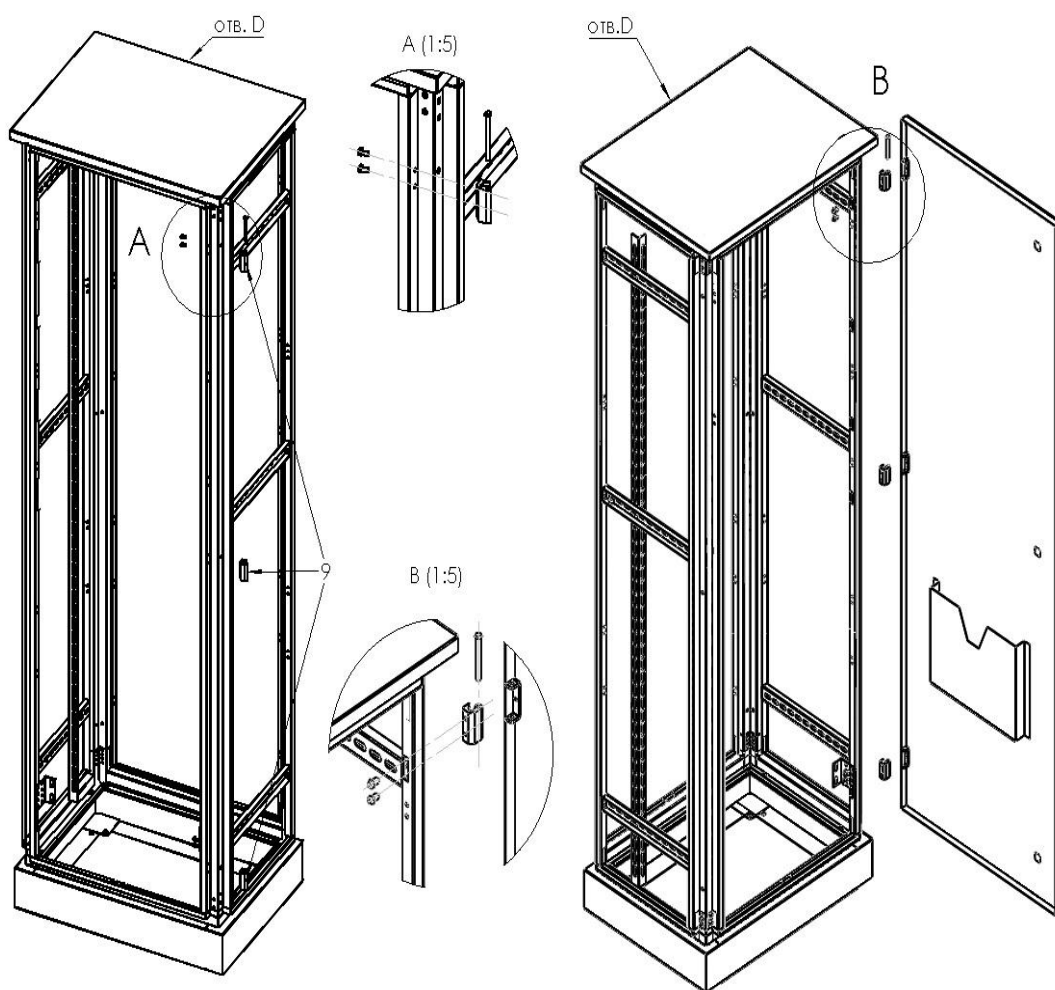

Рис.4 Установка петель и двери.
- 1) Установить петли на стойку согласно **рис.4 вид А.**
- 2) Установить дверь на петли и вставить оси **рис.4 вид В.**